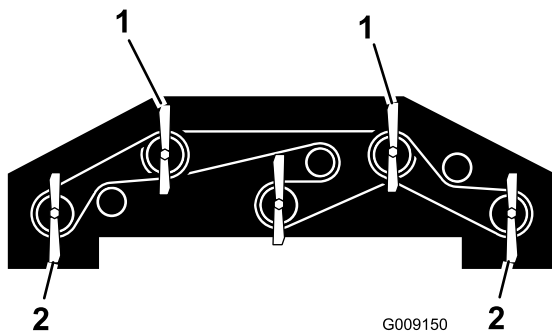

Bild 93
- Drehen Sie die zwei äußeren vorderen Messer und Flügelmesser so, dass sie nach vorne zeigen (Bild 93).